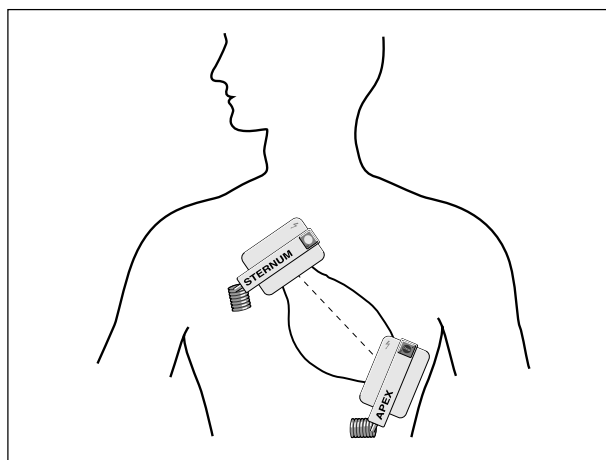

Bild 5-2. Aufsetzen der Elektroden
- * Setzen Sie die Elektroden so auf, daß ein möglichst großer Teil des Impulsstromes durch das Myokard fließt. Die gedachte Verbindungslinie zwischen den beiden Elektrodenmittelpunkten sollte über der Herzmittellinie liegen (Bild 5-2).